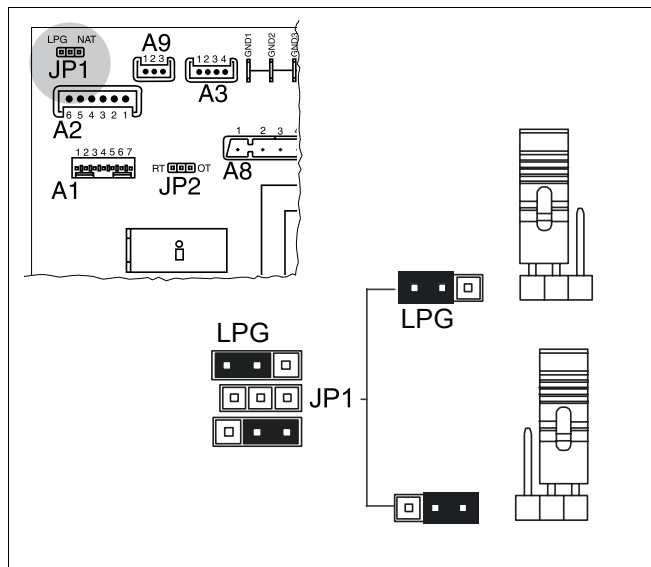

Рис. 46 Перенастройка природный газ/сжиженный газ
- Перемычку JP1 (рис. 46) на плате регулирования переставить в положение "LPG".